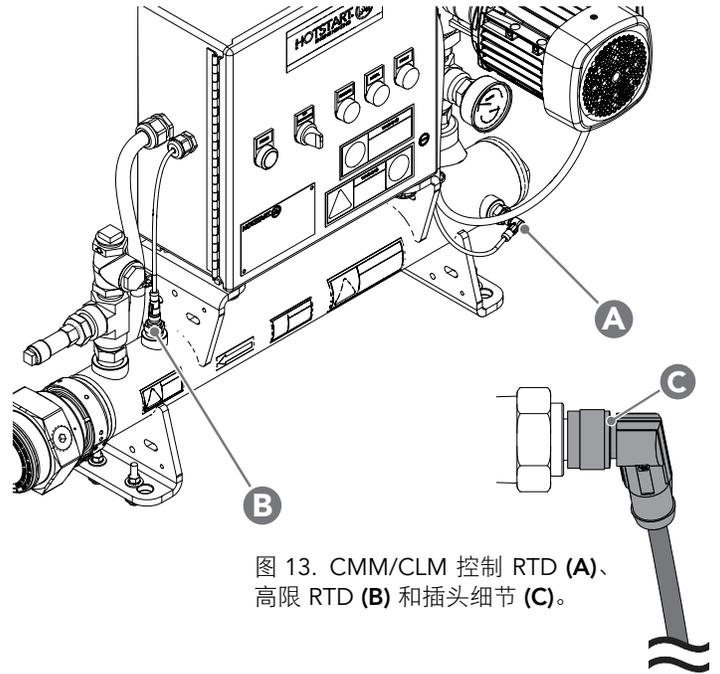

图 13. CMM/CLM 控制 RTD (A)、高限 RTD (B) 和插头细节 (C)。
2. 关闭隔离阀。从加热水箱中排出液体（参阅**部分 4.2.4**）。找到需要更换的 RTD。参阅图 13。